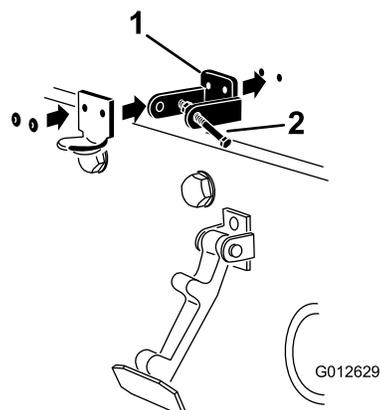

Рисунок 4
3. Совмещая монтажные отверстия, поместите стопорный кронштейн стандарта CE и кронштейн защелки капота на капот (Рисунок 4).
5. Приклепайте кронштейны и шайбы к капоту (Рисунок 4).